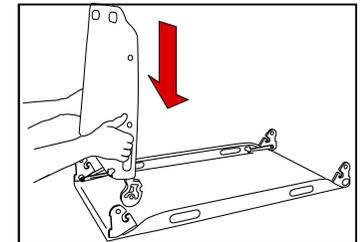

Figure 13
- Poser la partie centrale de la coque sur une surface plane. Positionner la partie arrière de la coque verticalement, au-dessus de la partie centrale de manière à ce que les flasques et les articulations repérées en noir, soient face à face, comme indiqué sur la Figure 13.